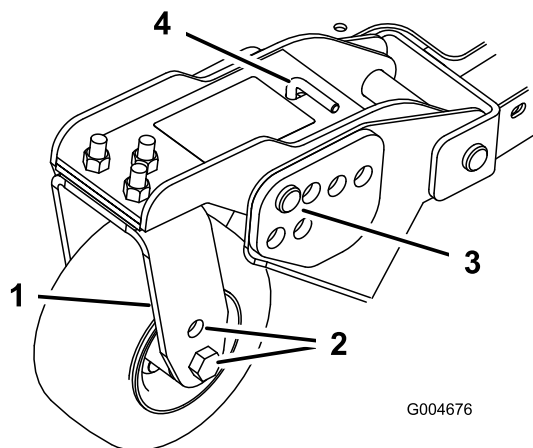
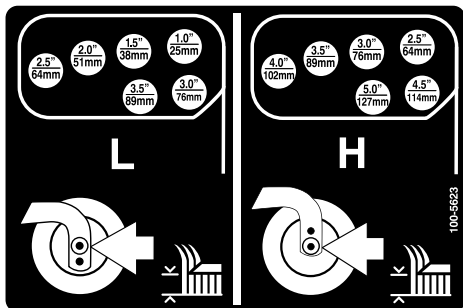

Figure 24
Figure 25
22 et Figure 24). Pour choisir les trous corrects pour la hauteur de coupe requise, reportez-vous au tableau suivant.
4. Enlevez la goupille fendue et les axes de chape des bras de pivot (Figure 24).
5. Tournez la tige de tension pour élever ou abaisser le bras de pivot jusqu'à ce que les trous soient en face de ceux du support de hauteur de coupe sélectionnés dans le cadre du plateau de coupe (Figure 24 et Figure 25).